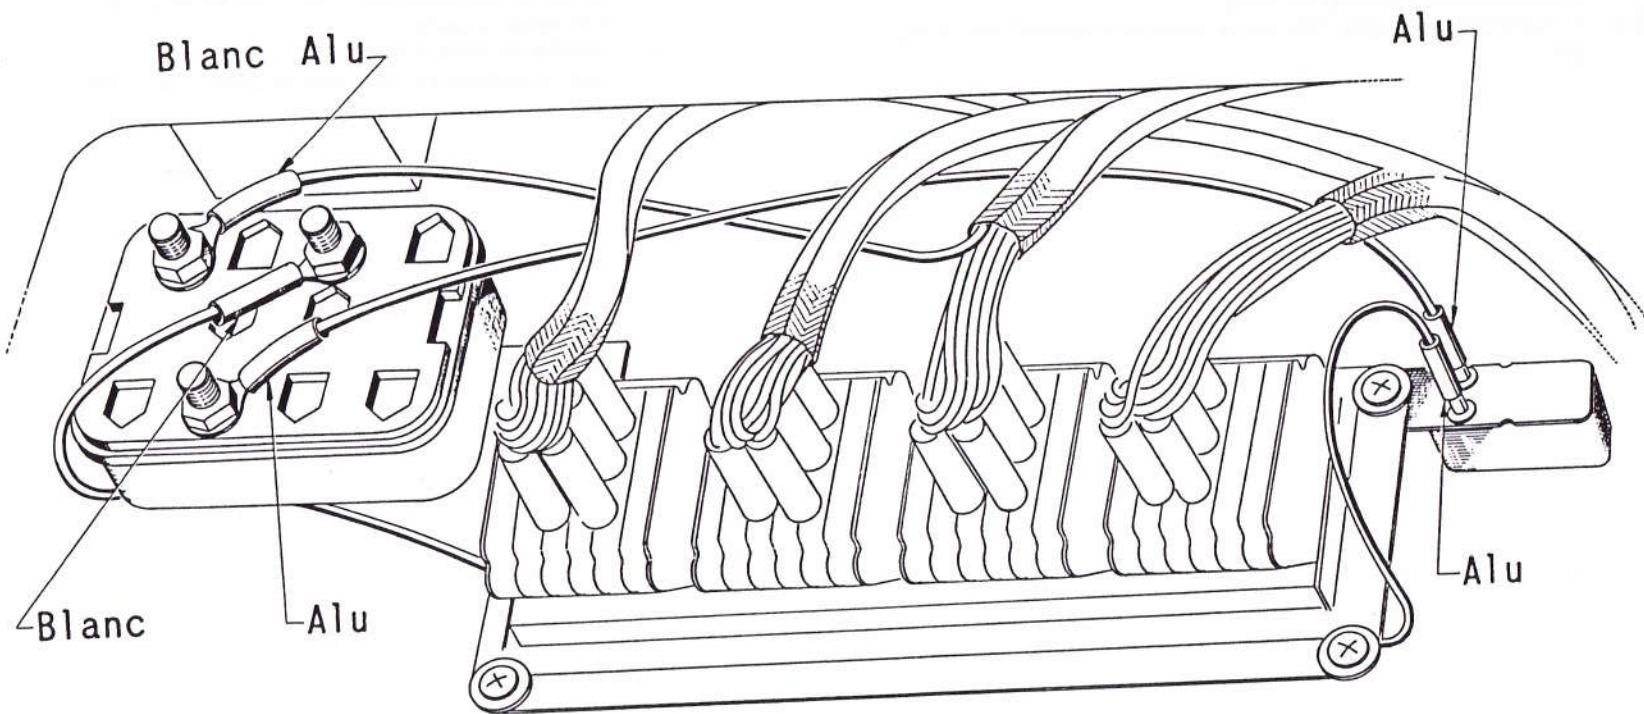

Fig. 30
7350 - REMPLACEMENT d'un THERMO-RELAIS (Fig. 30)**Outillage :**
- 6) Brancher les trois cosses du thermo-relais suivant la Fig. 30, bloquer (clé à pipe de 7).
7351 - REMPLACEMENT d'un TEMOIN SONORE (BRUITEUR) (Fig. 30)**Outillage :**